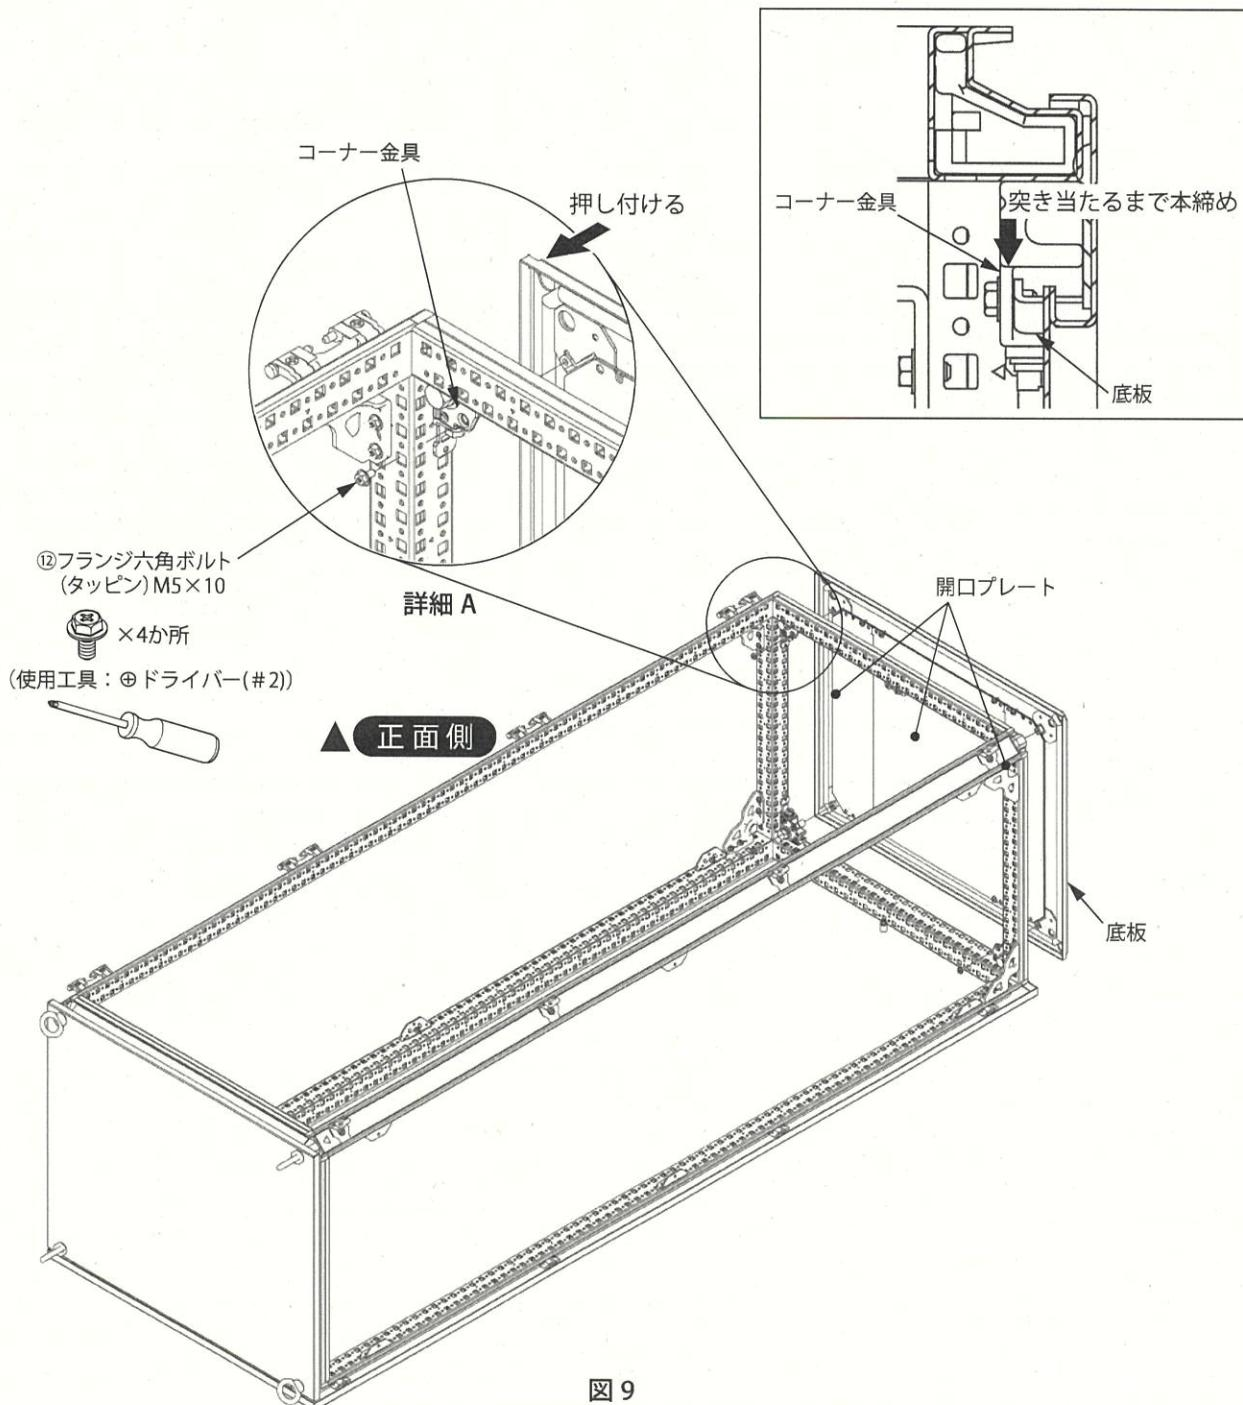

図 9
(1) 底板を裏から押し付けながら仮止めします。(図 9 詳細 A) この際、下面開口プレートの設置方向に注意してください。